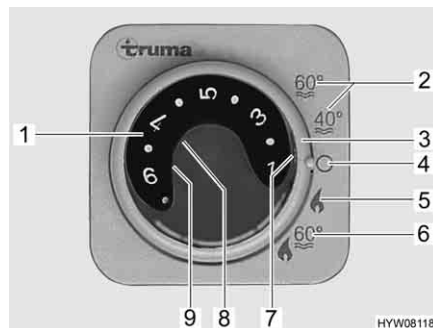

Fig. 177 Centralina di controllo per riscaldamento/boiler
- Impostare la modalità di funzionamento tramite l'interruttore girevole (Fig. 177,3).
A seconda della temperatura ambiente desiderata, il riscaldamento seleziona automaticamente il livello del bruciatore necessario. Al raggiungimento della temperatura ambiente desiderata, il bruciatore si spegne. Durante la modalità di funzionamento "Riscaldamento e boiler" (Fig. 177,6) è riscaldata anche l'acqua nel boiler. Nella modalità di funzionamento "Riscaldamento senza boiler" (Fig. 177,5) è possibile far funzionare il riscaldamento con il boiler vuoto.
- Impostare la manopola della temperatura (Fig. 177,1) sulla centralina di controllo scegliendo la potenza desiderata.
- Posizionare l'interruttore girevole (Fig. 177,3) su funzionamento invernale "Riscaldamento senza boiler" (Fig. 177,5) o "Riscaldamento e boiler" (Fig. 177,6).
Si accende la spia verde di controllo (Fig. 177,7).
- Posizionare l'interruttore girevole (Fig. 177,3) su "O" (Fig. 177,4).
La combinazione funzionamento a gas e funzionamento elettrico a 230 V diminuisce il tempo di riscaldamento (è possibile solo se il riscaldamento viene impostato sulla centralina di controllo (Fig. 177) su funzionamento invernale). Se viene selezionato il funzionamento elettrico a 230 V, la spia gialla di controllo si accende (Fig. 178,6).